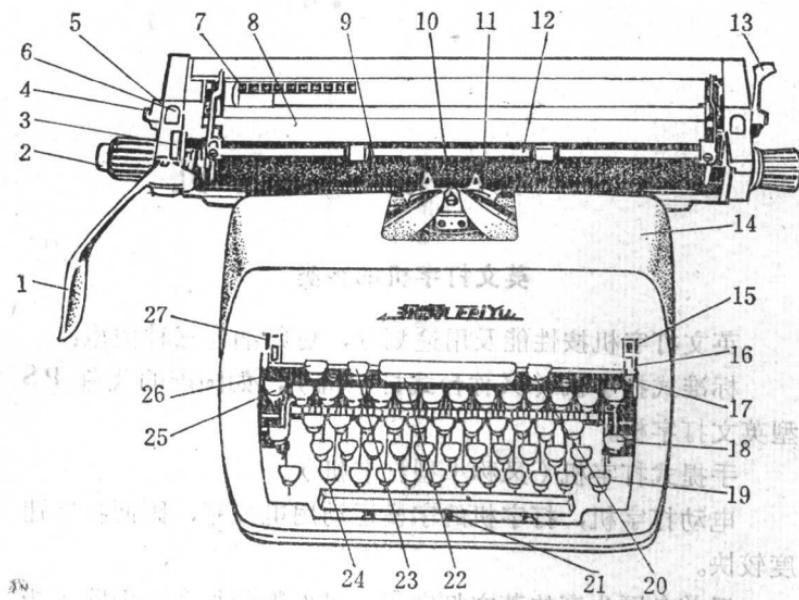
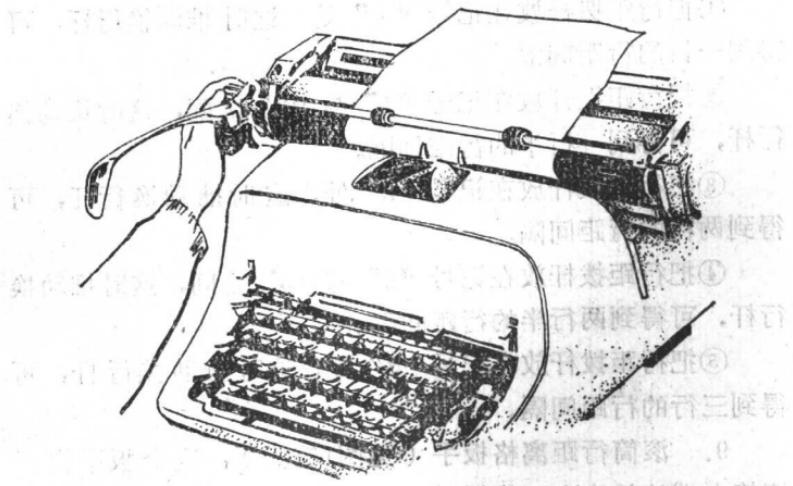
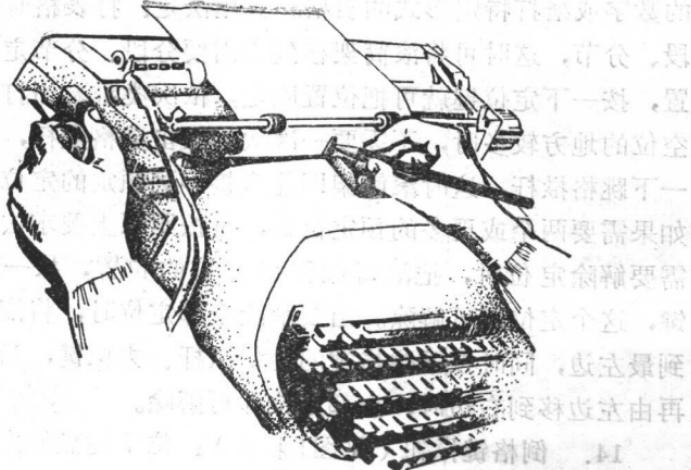
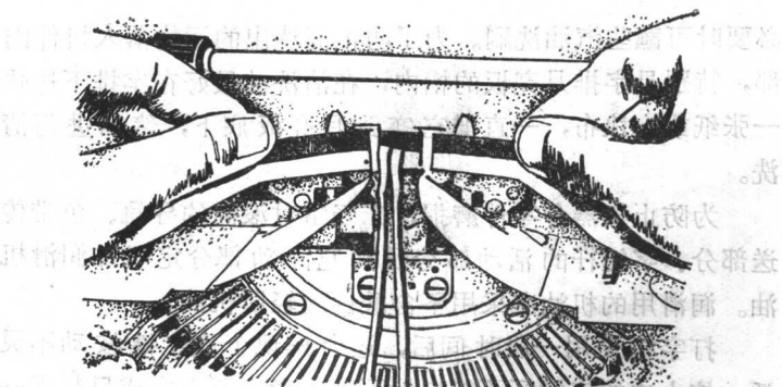

图1 飞鱼PS型打字机
图2 松纸扳手 (工夫牌的打字机)
图 3
图4 需要重新装上。装好后半
在练习打字之前，首先要熟悉各操作机件的名称，以便为正确使用打字机打下基础。现以飞鱼 PS 型打字机为例，说明有关机件的名称和位置。见图1。
①换行杆（又称行距扳手）。②滚筒行距调节钮。③行距拨杆（又称固定隔行掣）。④滚筒架左右移动钮（又称机头滑动杆）。⑤滚筒行距离格扳手（又称可变隔行掣）。⑥左右横向定位钮。⑦移动刻度尺。⑧滚筒罩板。⑨标尺。⑩字排基准板。⑪压纸架。⑫压纸尺。⑬松纸扳手。⑭机架防尘前罩壳。⑮色带指示器。⑯色带换向拨杆。⑰定位开启揿钮（又称宽限掣）。⑱左右大写定位揿钮（又称大写锁）。⑲左右大写揿钮（又称大写键）。⑳跳格键的定位键（TAB+）。㉑空格揿杆（又称间格棒）。㉒跳格键的跳格揿杆（又称跳格棒）。㉓跳格键的去位键（TAB-）。㉔字键揿钮（又称键盘）。㉕倒格键揿钮（又称退格键）。㉖消除字键故障揿钮。㉗字键轻重调节杆。
4. 装纸：根据纸张的宽度，调节移动刻度尺（见图1第⑦），将打字纸装在适当位置，如图2所示。
纸张装入滚筒后，如果出现歪斜现象时，可用右手将松纸扳手（见图1第⑬）向前扳动。这时滚筒抬起，纸张成松
5. 松纸扳手(见图1第⑬)：当把此扳手向后掀起下时，滚筒即稍稍抬高，这时滚筒与纸张之间有一点点间隙，便于随意调整纸张的位置。
6. 标尺(见图1第⑨)：用来调整打字字行与轴向的距离，并可作为调正纸张歪斜的标准。
7. 滚筒左右移动钮(见图1第④)：这个掀钮装在机头的左、右(有的打字机只右边有)两端。如果需要把滚筒推到某一位置，只要掀住这个钮，就能使滚筒向左或向右自由滑动。
8. 行距拨杆(见图1第⑧旁边标有阿拉伯数字1、2、3)：行距拨杆可移动五个位置，拨成五种不同的行距：
①把行距拨杆放在记号“1”处，这时推动换行杆，可得到一行的行距间隔。
②把行距拨杆放在记号“1”与“2”之间，这时推动换行杆，可得到一行半的行距间隔。
③把行距拨杆放在记号“2”处，这时推动换行杆，可得到两行的行距间隔。
④把行距拨杆放在记号“2”与“3”之间，这时推动换行杆，可得到两行半的行距间隔。
⑤把行距拨杆放在记号“3”处，这时推动换行杆，可得到三行的行距间隔。
9. 滚筒行距离格扳手（见图1第⑤）：这个扳手位于滚筒左端的轴头上，将扳手压下后，即可随意变动行距间隔，不受“1”、“2”、“3”行距的限制。
10. 左右大写揿钮（见图1第⑯）：当需要打大写字母或某一字键上方所表示的数字或符号时，只要用左手小指或右手小指按下大写键，用其它手指敲击所需要的字键，即可打出大写字母或符号。例如要打S字的大写时，先用右手小指按下键盘右角的大写键揿钮，然后用左手无名指敲击“S”键即成。击毕，随即放开右手小指，使滚筒恢复到原状。
11. 左右大写定位揿钮（见图1第⑰）：按下这个揿钮，即可使键盘一直保持打大写的状态，这时，英文大写字母或字键上方的符号均可连续敲击。如要恢复到原来敲击小写的状态，只要按一下左右大写揿钮即可（见图1第⑯）。
12. 空格揿杆（见图1第⑲）：是横置于键盘前长条状的键，敲击一下，滚筒就会移动一格。
13. 跳格键的跳格揿杆、定位键、去位键（见图1第⑳、㉑、㉒）：用来安排每段文字起始的位置、排齐一系列
14. 倒格键撤钮（见图1第②5）：位于键盘的左上角，按一下此键，可使滚筒倒退一格。
15. 左右横向定位钮（见图1第⑥）：根据纸张的大小，定左面位置时，将滚筒架移到字排基准板槽（见图1第⑩），对准打字纸所需要定位的地方，按一下左横向定位钮（见图1第⑥）即可，定右边位置时，按下滚筒架右移动钮（见图1第④），当滚筒移到打字纸的右边一个需要定位的位置时，按一下右横向定位钮即可定位。如需重新定位，可照以上步骤重复进行。但必须注意：当滚筒架移到新的位置时，手指应立即离开左或右横向定位钮，否则，所定出的位置不准确。
16. 压纸架的洞孔：用来划表格的直线和横线。划直线时把铅笔放在压纸架（见图1第⑪）的洞孔内，这时用左手转动滚筒轴头（见图3）。划横线时也把铅笔放在压纸架的洞孔内，根据表格横线的长短，按滚筒架左右移动钮（见图1第④）使机头自由移动。
图1第⑭)；把色带换向拨杆(见图1第⑯)扳到色带指示器(见图1第⑮)的中间位置，这时可用手转动一只色带盘，⑩将另一只色带盘内的色带绕在这只盘上，拔出两只色带盘。)然后，将色带换向拨杆再扳到色带指示器的下面“红”记号位置，同时轻轻地掀起两个字键使之并在一起，这时，色带架升高，色带即可取出(见图4)。重新安装色带盘时，要注意把色带盘中间的槽口对准转动轴架中间的槽口，并注意不要使转动轴架槽口内的一只小钩子嵌进色带中间，以免影响色带自动换向。
19. 定位开启按钮(见图1第⑰)：位于键盘的右上角，
20. 消除故障部件：在打字过程中，由于不小心很可能碰到邻近的字键，因而出现两个字键卡在一起的现象。这种现象称为轧字，这时按一下消除字键故障按钮（见图1第②6），字键就自动复位，但如果是好几个字键卡在一起，而且卡得很紧的话，那就需要用手轻轻地把卡住的字键由外往里一个个地拨开。